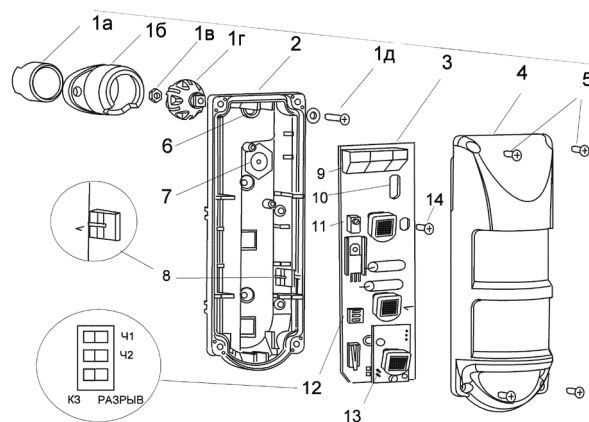

Рис. 2 Конструкция извещателя
5.2 На печатной плате (3) (на рис. 2) расположены элементы настройки извещателя: перемычка включения / выключения индикации (13), блок переключателей (12) и потенциометр (11) для регулировки верхнего уровня тока потребления.
5.6.5 Измерить падение напряжения на выводах ШС и вращением оси многооборотного потенциометра (11, рис. 2) регулировки тока извещателя восстановить падение напряжения между выводами ШС до уровня, измеренного в п. 5.6.2.